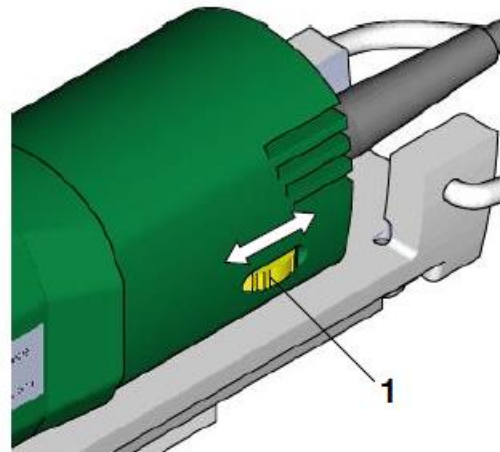
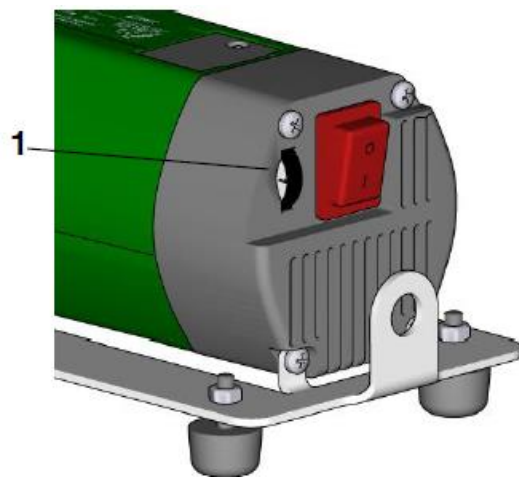

Abb. 9 Drehzahleinstellung MB 20/2 und MB 20/3
Abb. 10 Drehzahleinstellung MB 30 E
Die gewünschte Drehzahl kann sowohl bei laufender wie auch bei ausgeschalteter Maschine über den Regler (1) eingestellt werden (siehe Abb. 9 und Abb. 10).